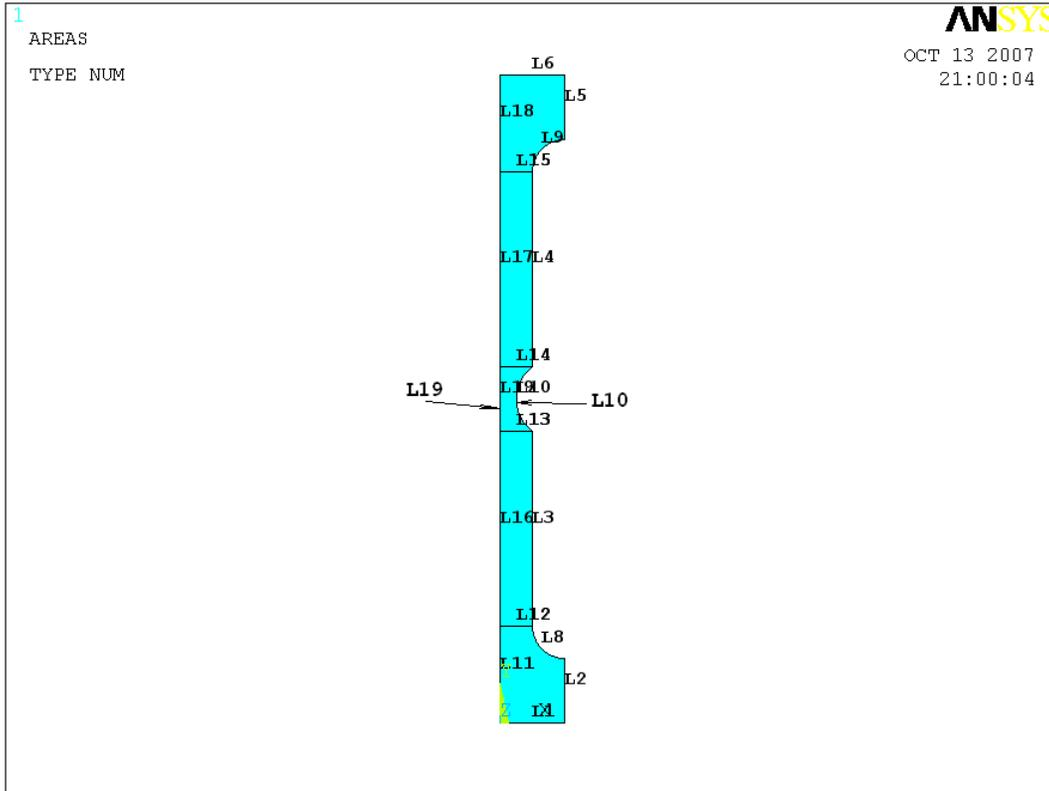

Рисунок 102. Модель примера 1 с включенной нумерацией линий
- нажимаем кнопку ***OK*** для подтверждения окончания выбора (Рисунок 102).
- С помощью окна выбора *Concatenate Lines* выбираем линии *L1*, *L11* (Рисунок 102), которые при разбиении будут «считаться» одной стороной.
- С помощью окна выбора *Concatenate Lines* выбираем линии *L6*, *L18* (Рисунок 102), которые при разбиении также будут «считаться» одной стороной.